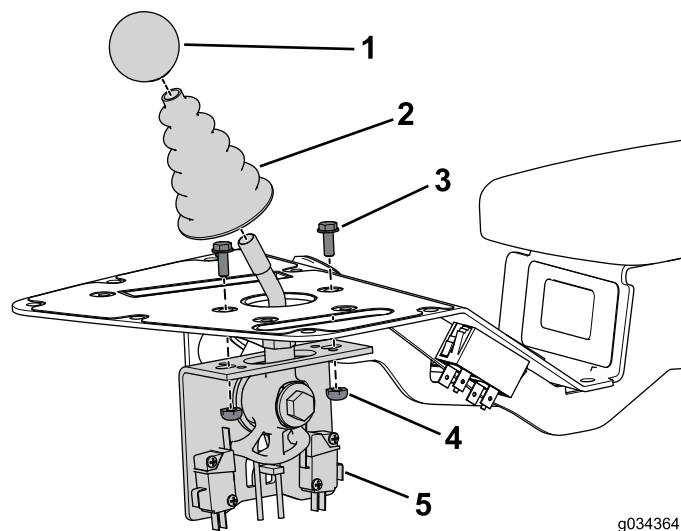

図 4
1. 刈り込みコントロールアセンブリのシャフトからノブを取り外して保管する 図 4。
2. 刈り込みコントロールアセンブリのシャフトから防塵カバーを取り外して保管する 図 4。
3. 刈り込みコントロールアセンブリをコンソールアセンブリに固定しているボルト2本とナットを外して保管する 図 4。